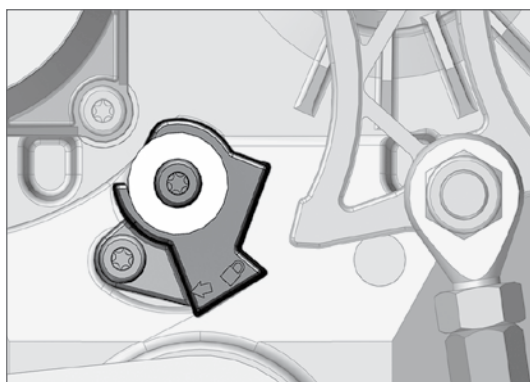

FIGURA 58. POSICIÓN EN MODO DE BLOQUEO (PARTE INFERIOR)
- Para un poste de la derecha sea colocado en el modo de bloqueo en la posición elevada, coloque el bloqueador superior como se muestra en la Figura 58 (de manera similar a la posición bloqueada y bajada a la izquierda)